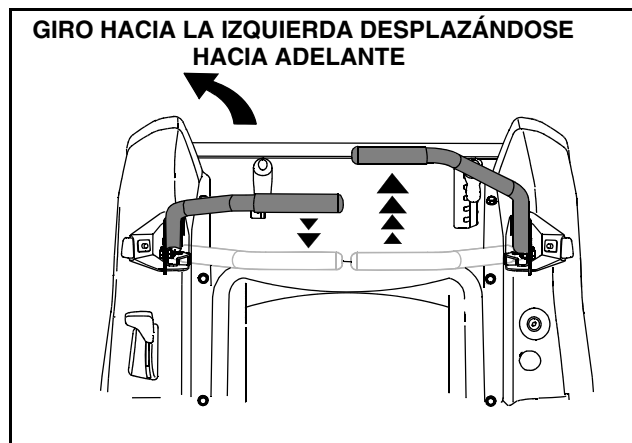

Figura 14
- Para girar a la izquierda, mueva la palanca de control del lado izquierdo hacia atrás respecto de la palanca derecha. Vea Figura 14.